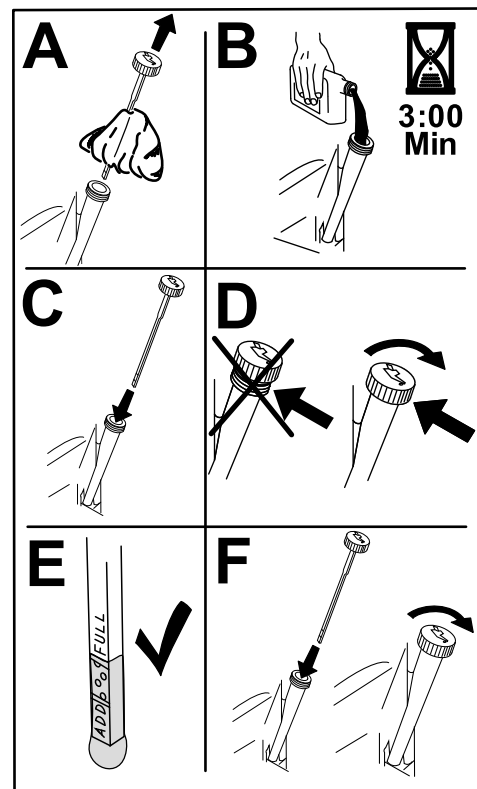

Bild 42
6. Gießen Sie langsam ungefähr 80 % der angegebenen Ölsorte in den Einfüllstutzen und füllen Sie dann vorsichtig mehr Öl ein, um den Ölstand an die **Voll**-Markierung zu bringen (Bild 42).